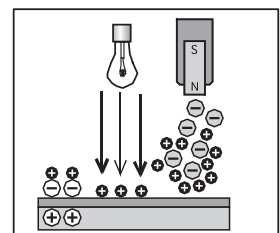

図 6
- (6)最後に、また静電気の力で、感光紙にすこし残った黒い粉をブラシできれいにふき取ります。これを『クリーニング』といいます。(図6)